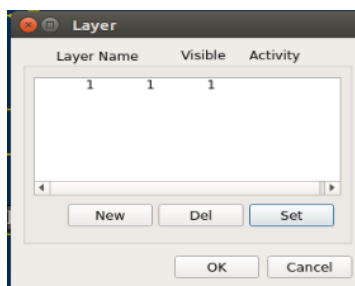

Рис. 4.4-15 Слой
- 1) В подменю "Drawing" (Средства рисования) выбрать значок свойств [Line] на панели инструментов. Появится диалоговое окно свойств слоя, как показано на Рис. 4.4-15.